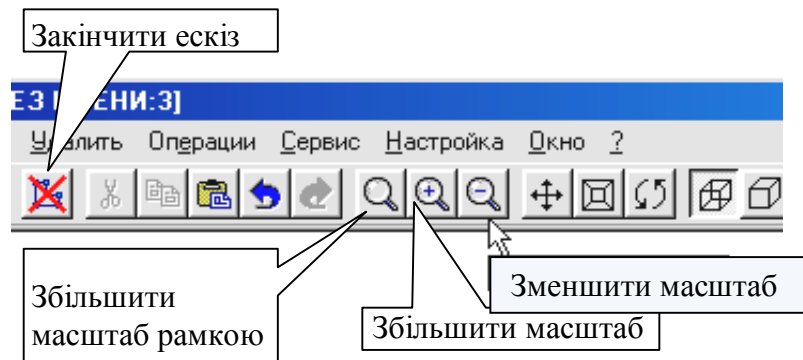

Рис. 5.11.
Натисніть на кнопку *Вставити з буфера*. Помістіть базову точку в початок координат ([Ctrl] + [0]), клацніть лівою кнопкою миші та натисніть на кнопку *Перервати команду*. Якщо необхідно, зменште масштаб зображення за допомогою кнопки, зображеної на рис. 5.11.
6. Завершіть роботу в режимі редагування ескізу, натиснувши на кнопку *Закінчити ескіз*, рис. 5.11. Система повернулася в режим тривимірних побудов. У *Дереві побудови* з'явився напис *Ескіз*. *Ескіз* пофарбований у зелений колір.